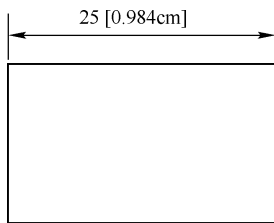

图 10-17 加入后缀的换算单位示意图
6) 【后缀】：在此文本框中用户可以为尺寸换算单位输入一定的后缀，可以输入文字或使用控制代码显示特殊符号。如图 10-17 所示，在【后缀】文本框中输入 cm 后，换算单位后加后缀 cm。